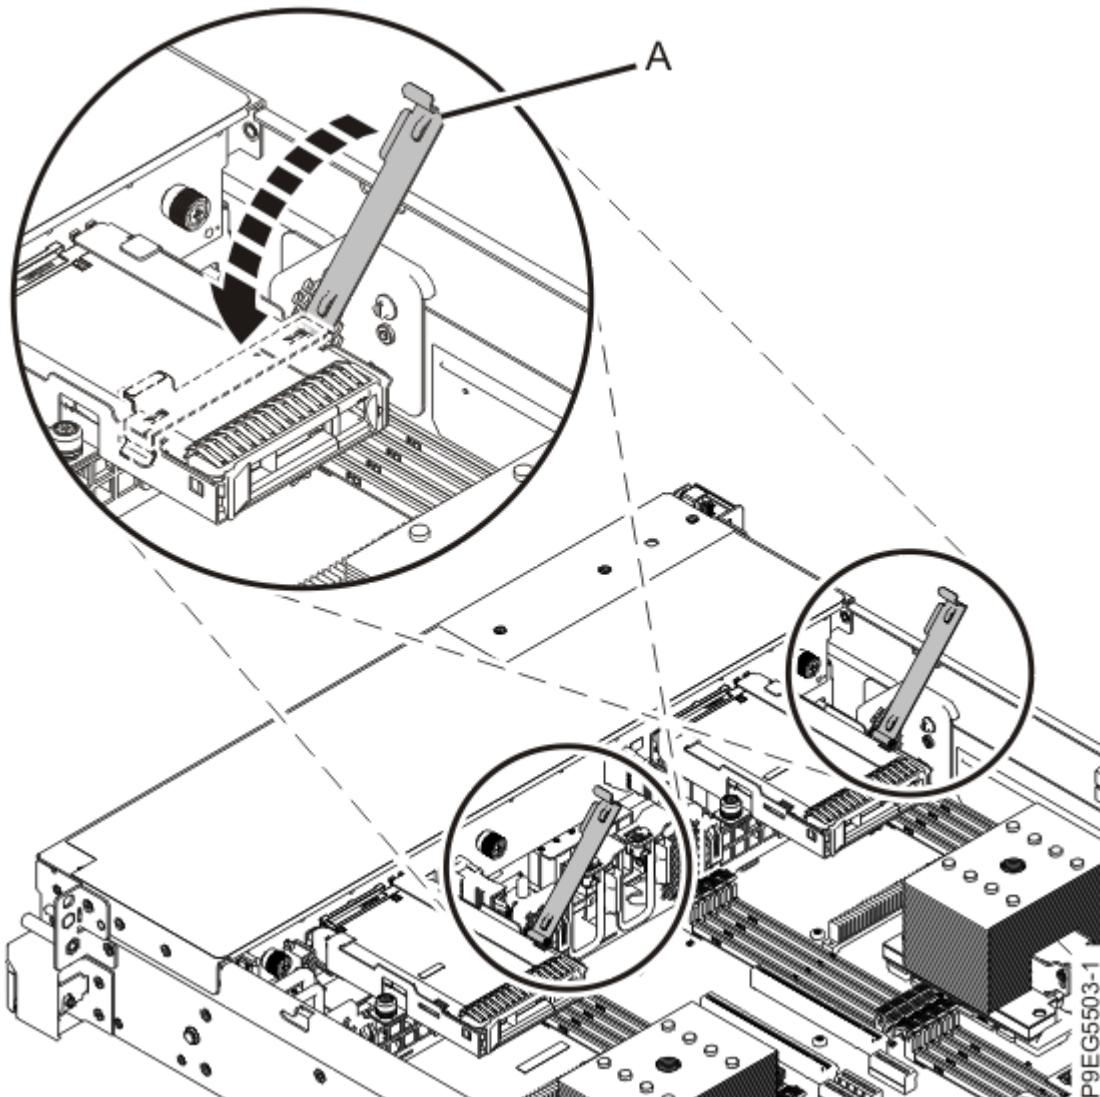

図 24. ドライブ・ホルダーのクローズ
e) ドライブの上のドライブ・ホルダー (A) を閉じます (26 ページの図 24 を参照)。